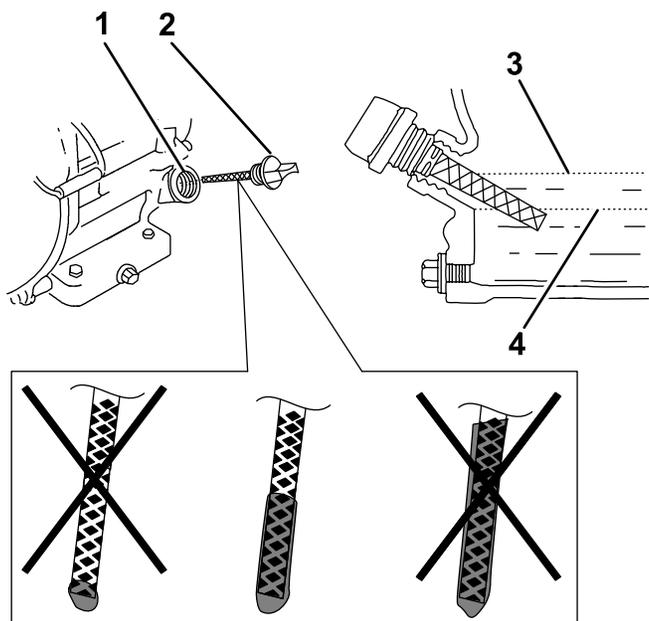

Figura 33
4. Retire el tapón de llenado/varilla de aceite y limpie el extremo (Figura 33).
5. Deslice la varilla a fondo en el orificio de llenado, sin enroscarlo (Figura 33).
6. Retire la varilla e inspeccione el extremo. Si el nivel de aceite del motor es bajo, vierta lentamente en el orificio de llenado sólo la cantidad de aceite suficiente para que el nivel llegue a la marca Full (lleno) de la varilla (Figura 33).
7. Vuelva a colocar la varilla y apriétela (Figura 33).